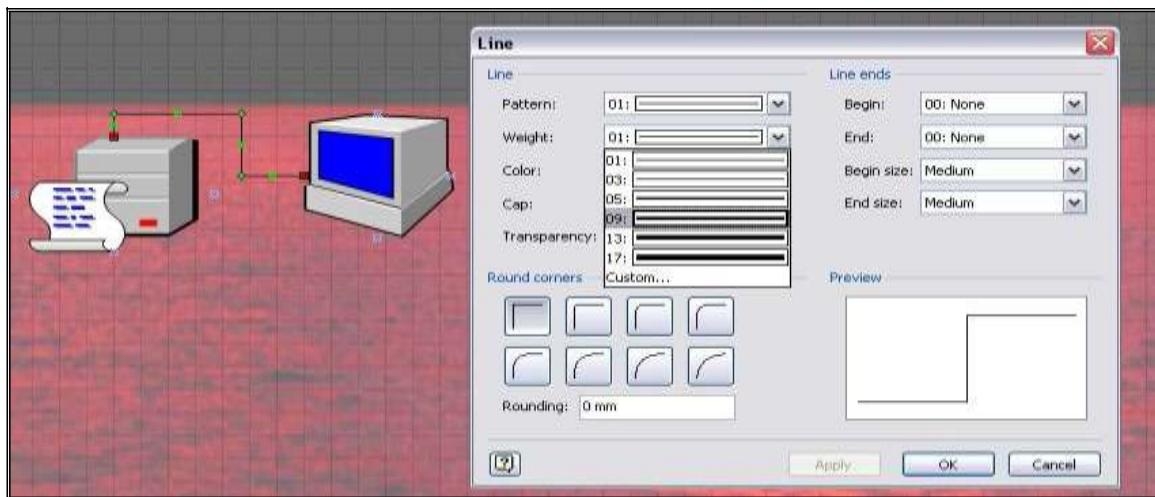

Рис. 57. Диалоговое окно Line
17. В диалоговом окне **Line** (рис. 57.) выбрать толщину линии (например, weight = 09), цвет, форму.